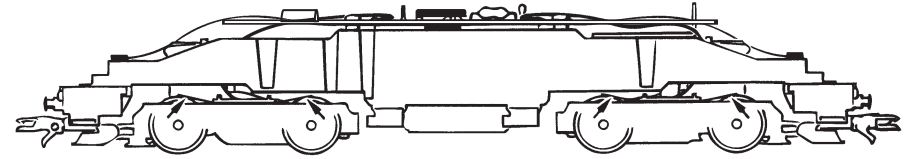

Fig. 8
**4. Motorwechsel:** Lokgehäuse abnehmen (Fig. 3). Danach wird der Motor ausgebaut und ausgetauscht (Fig. 8).
**4. Motor changing:** First remove loco body (fig. 3), and then the motor (fig. 8).